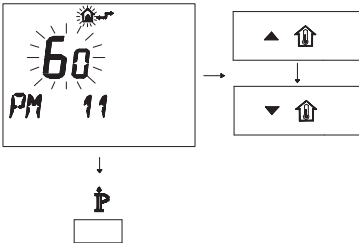

Figura 5.39
- Para modificar el punto de consigna programado use los botones ▲ ⬆️ o ▼ ⬆️ y espere a que el número programado comience a parpadear (Figura 5.39). Cada paso de aumento o reducción equivale a 1 segundo.